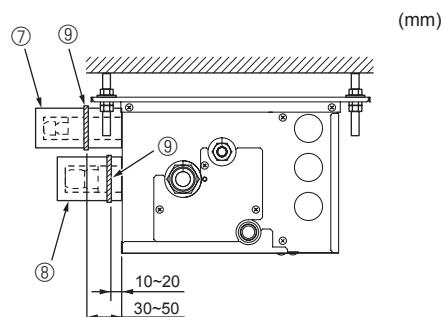

Fig. 7-5
- ④ Bant ⑨
- ⑤ Boru kapakları ③ ④ ⑤ ⑥
- ⑥ Sıkın
- ⑦ Soğutucu boru tesisatı
- ⑧ Soğutucu boruları için ısı yalıtımı
► **Şube kutusunun bir iç üniteye bağlanmayan kısımları için aşağıdaki prosedürü izleyin. (Fig. 7-5)**
- (1) Soğutucu kaçaklarını önlemek için geçme somunlarının Tablo 3'te belirtilen tork değerlerine\* göre sıkıldığından emin olun.